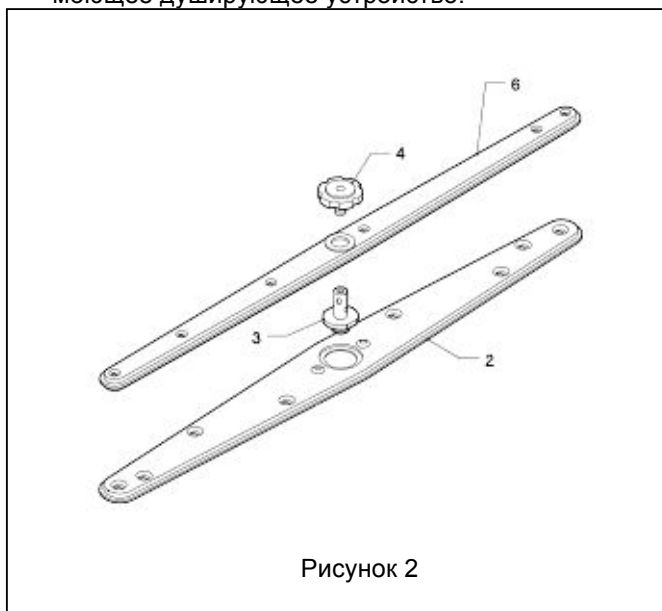

Рисунок 2
2. Не реже одного раза в 2 недели промойте нижнее и верхнее ополаскивающие душирующие устройства, предварительно их разобрав (рис.2) [моющие душирующие устройства широкие (поз. 2), ополаскивающие душирующие устройства узкие (поз. 6)]. Для этого отверните центральный болт (поз. 4), снимите ополаскивающее душирующее устройство, выньте ось (поз. 3), снимите моющее душирующее устройство.